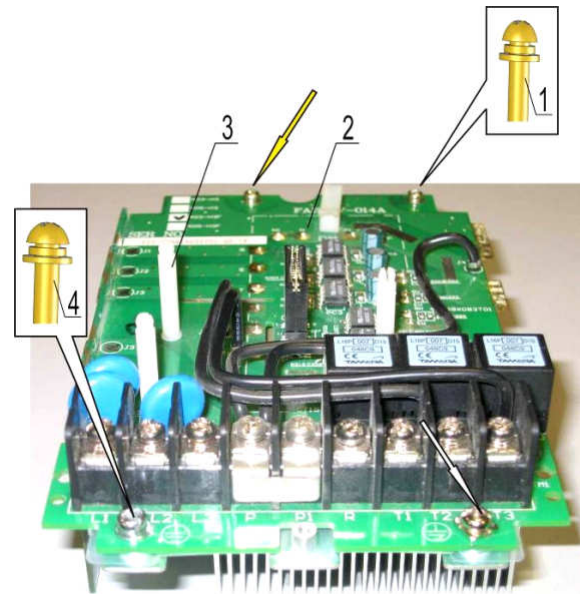

Рис.7.6.
7.2.3. Установить плату драйверов, совместив отверстия платы с выводами матрицы IGBT, резьбовыми отверстиями опорных стоек, установленных на радиаторе и опорных стоек на кронштейне. Закрепить плату драйверов винтами (рис.7.6).